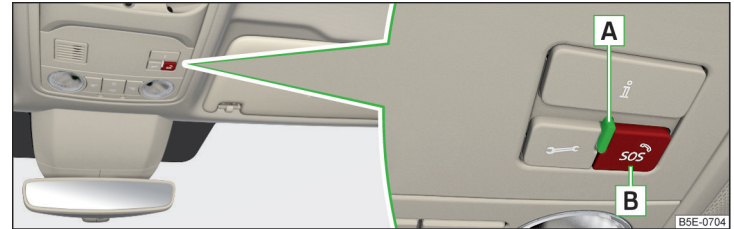

Abb. 10 Notruf Taste
- ▶ Die Taste **B** » **Abb. 10** gedrückt halten.
Der **Systemzustand** wird nach dem Einschalten der Zündung durch Aufleuchten der Kontrollleuchte **A** » **Abb. 10** angezeigt.